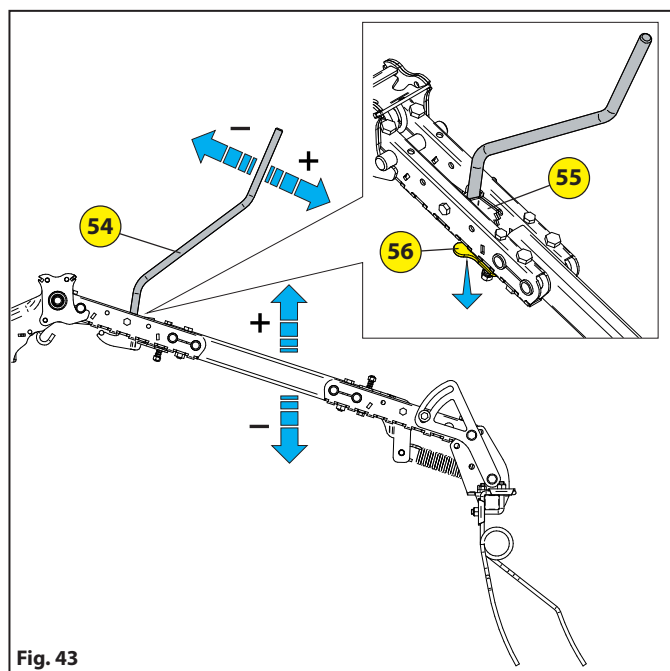

Fig. 43
- Dźwignię **54** dostarczoną jako wyposażenie siewnika, wprowadzić na pierścień **55** zagarniacza « Fig. 43 ».